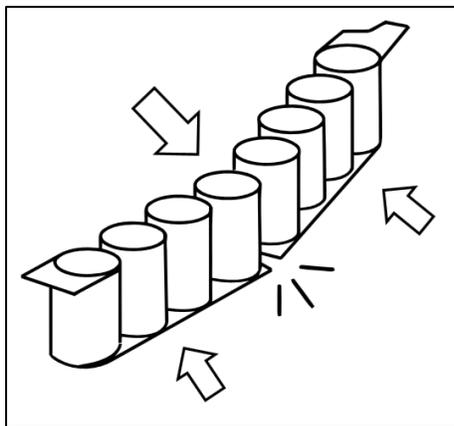
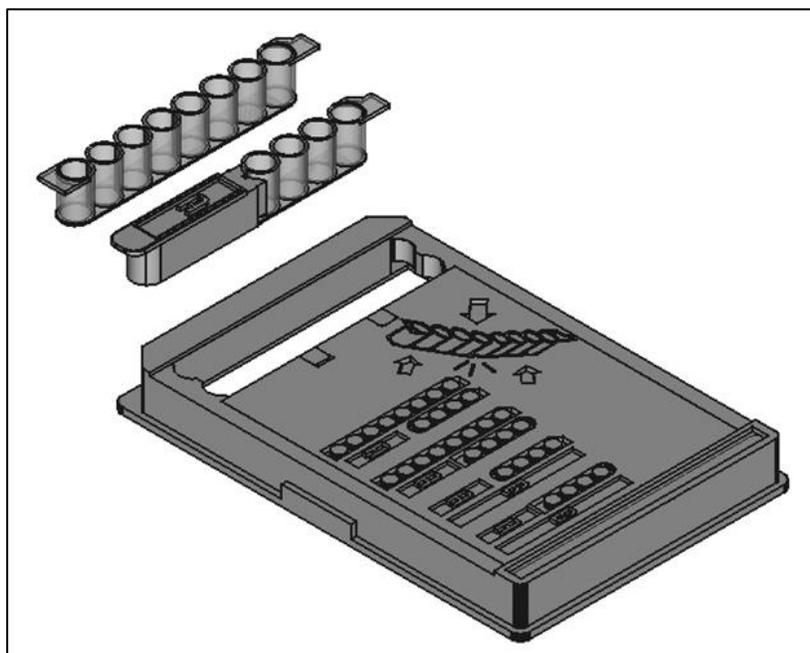

Figura 6: Esquema de corte de los CS
Figura 7: Esquema para insertar los CS en la placa Microtiter
5. En caso de que se quiera realizar visualización en un número de muestras múltiplo de cuatro, se cortará la tira CS por la mitad, haciendo presión con los dedos índice y pulgar en el sentido de las flechas, tal y como se indica en la figura 6. Los “medios CS” se insertarán en la placa Microtiter con el sistema de adaptadores magnéticos, tal y como se indica en la figura 7. Existen otras posibles formas de adaptar los CS en la placa Microtiter, las cuales vienen indicadas en la superficie del mismo.